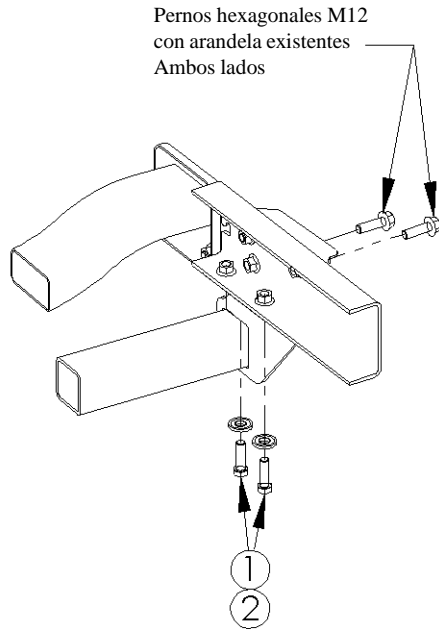

Figura 3
①	Cant. (4)	Arandela cónica, 1/2"	③	Cant. (4)	Espaciador
②	Cant. (4)	Perno hexagonal, M12 x 40 x 1.25
3. Levante el enganche a su posición de manera que los soportes laterales en el enganche queden entre los soportes del parachoques y los largueros del bastidor. Instale los pernos M12 x 1.25 x 40 y arandelas y apriete a mano. Vea la Figura 3.
4. Sin apretar vuelva a instalar los cuatro (4) pernos con arandela que se quitaron en el paso 2. Vea la Figura 3.